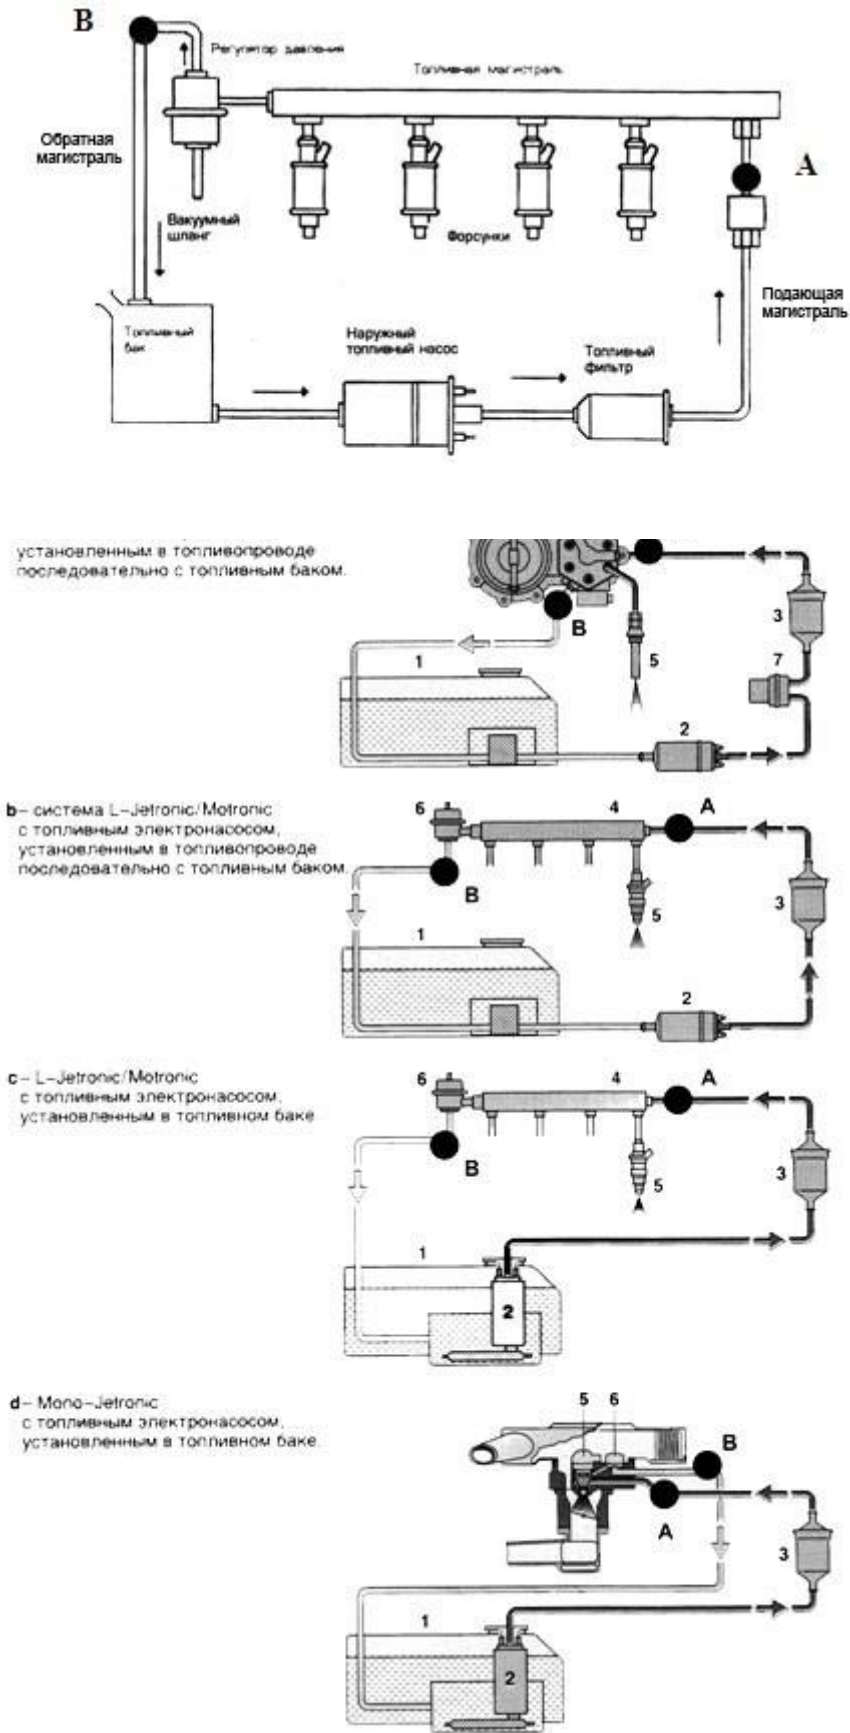

Рис.2 (схема подключения)
**Способ №2:** закольцевать отключённые ранее подающую и обратную ветви автомобиля. Не допускать попадания очищающей жидкости через обратный шланг в топливный бак автомобиля (рис.2)